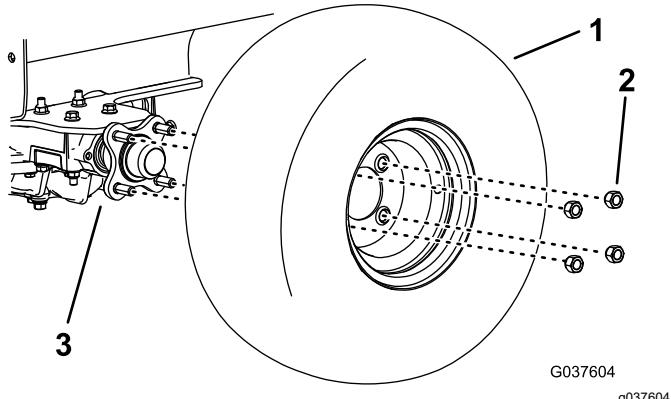

Figure 8
- Déposez la roue droite (Figure 8).
13. Installez la roue droite, serrez les écrous de roue à un couple de 115 à 142 N·m et abaissez la machine (Figure 8).